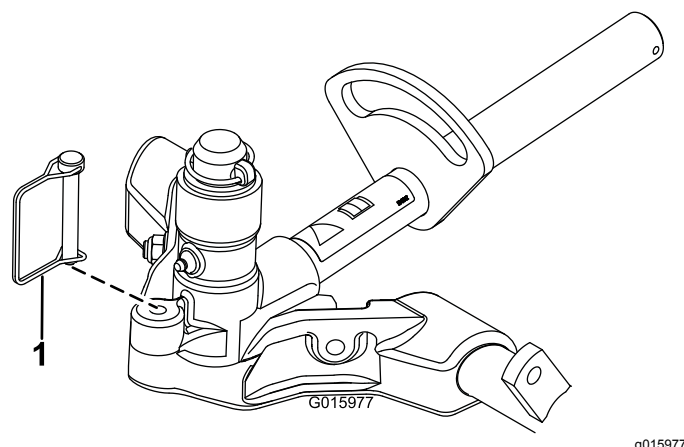

Bild 17
12. Befestigen Sie das Gelenkjoch mit dem Einraststift am Trägers Rahmen, um die Lenkung an den Schneideinheiten zu arretieren (Bild 17).